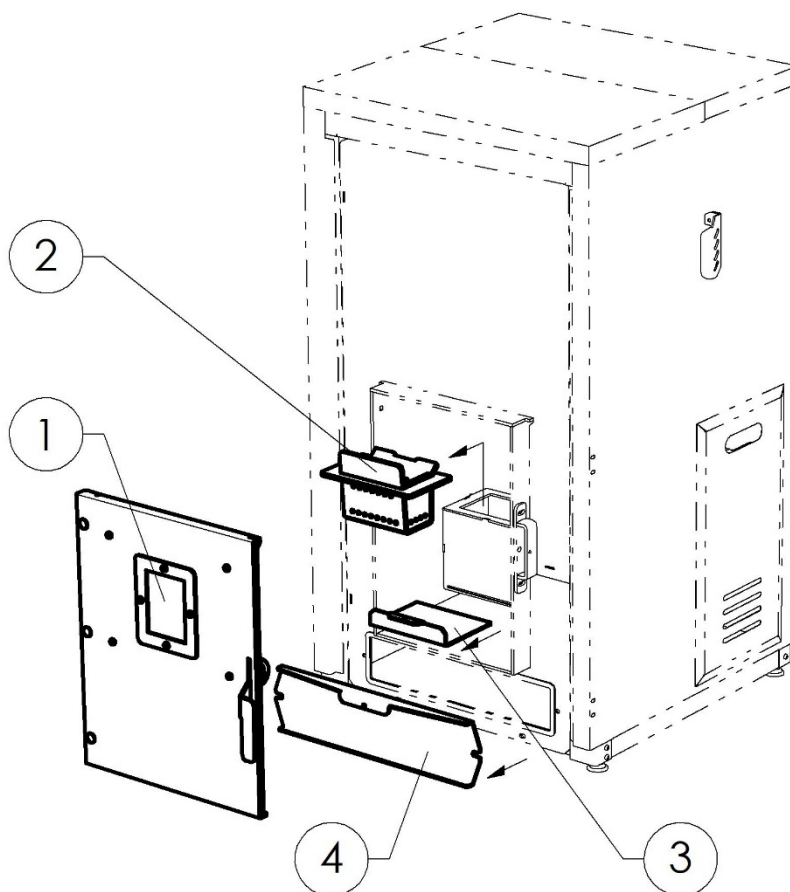

Fig. 7. Schema de curățare a focarului și a cenușarului
Curățarea focarului și a cenușarului de acumulările de cenușă trebuie efectuată la intervale de 3-7 zile, în funcție de utilizare. Pentru aceasta, este suficient să deschideți ușa interioară (poz. 1, Fig. 7). În interiorul focarului se află un vas (2), unde are loc direct procesul de ardere a combustibilului. Prin orificiile acesteia, cenușa acumulată în timpul funcționării cazanului ajunge în vasul exterior. Pentru curățare, este suficient să se extragă clapeta de tiraj (3). Coșul de cenușă este amplasat sub focar și colectează cenușa provenită din conductele de gaze de convecție. Pentru a accesa și curăța coșul de cenușă, demontați capacul (4) și îndepărtați acumulările folosind instrumente de fochist sau un aspirator.